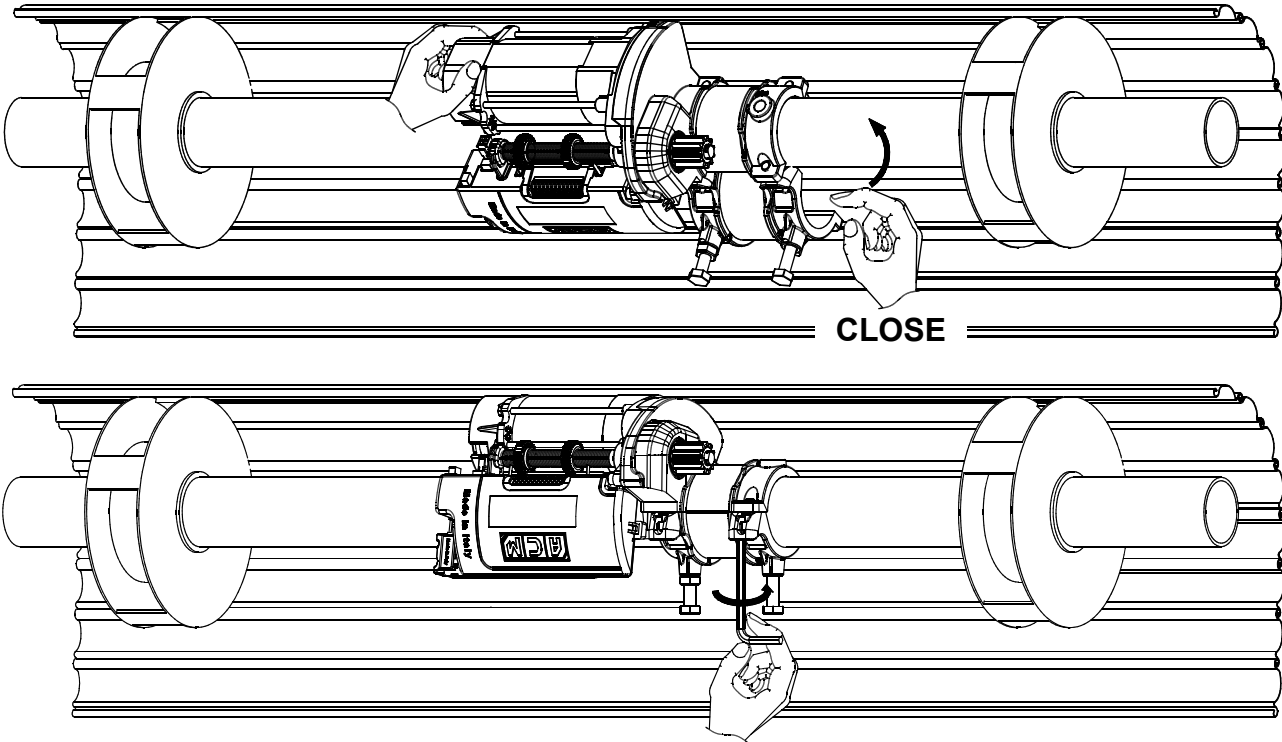

Fig.11
- 5) How to use the patented system for the quick assembly of UNITITAN HR FM: align the two rolling bands (P) with the relative supports (G1/G2) and unscrew the two screws (H), see figure 3. Unscrew the two screws from the hinge side of the body up to the max height indicated in figure 4. Open the hinged body as shown in figure 5 and then proceed to mount the gear box unit on the shutter axis following the instructions in figure 11 and 12 for a left or right installation.
- Other motors: Carefully remove the plastic band with rolls (F) avoiding heavy folds that would cause the spillage of the rolls. Separate the two elements of the gearmotor (G) unscrewing the four M8 screws (H).
- 5) Comment utiliser le système breveté pour le montage rapide de UNITITAN HR FM: aligner les deux bandes roulantes (P) avec les supports correspondants (G1/G2) et dévisser les deux vis (H), voir figure 3. Désenroquer les deux vis du côté charnière du corps jusqu'à hauteur indiquée sur la figure 4. Ouvrir le corps articulé comme indiqué sur la figure 5, puis procéder au montage du réducteur sur l'axe du volet roulant en suivant les instructions de la figure 11 et 12 pour une installation à gauche ou à droite.